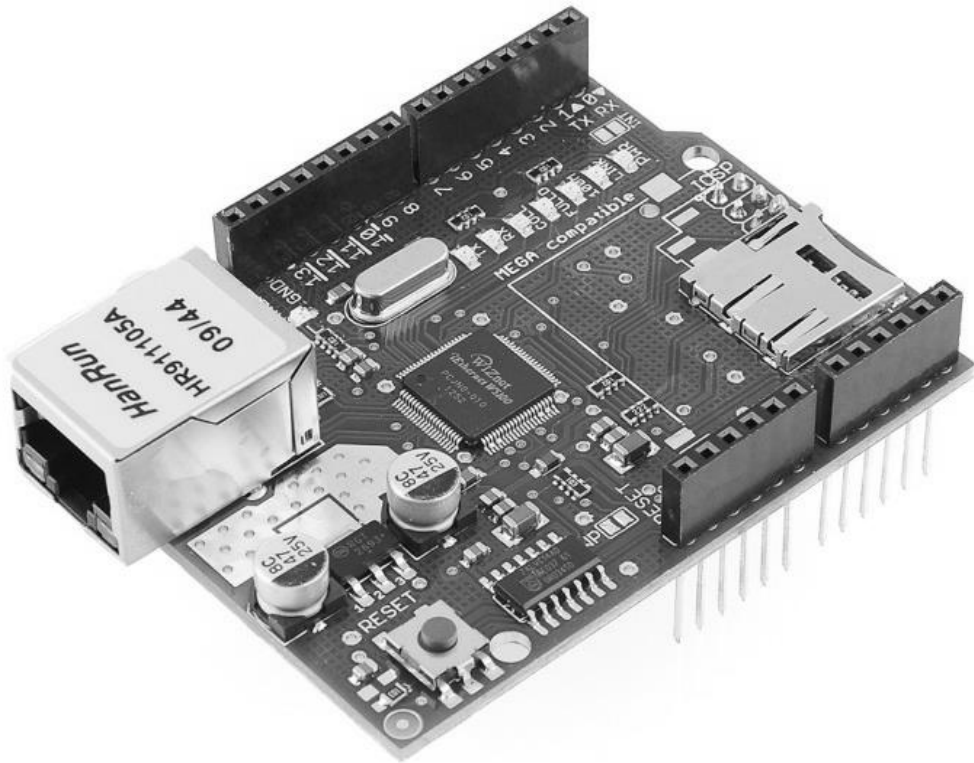

Рис. 1.5 Ethernet Shield
- ✓ **Ethernet Shield** – забезпечує підключення до Інтернету (Рис. 1.5);